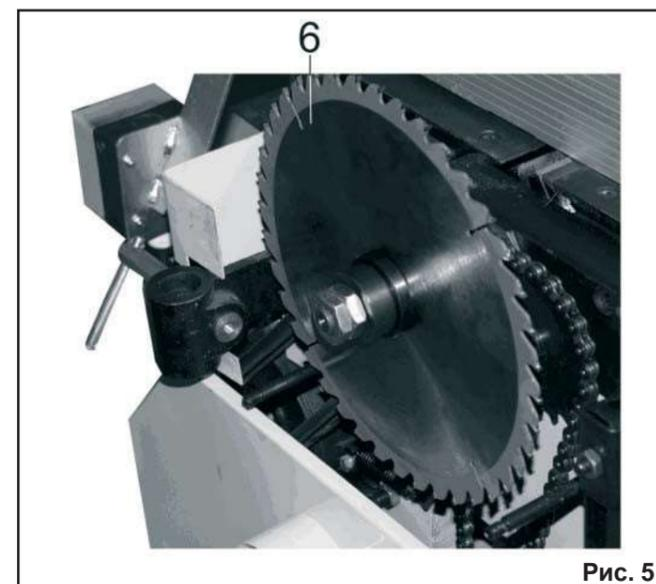

Рис. 5
8.2.1. Как показано на Рис. 5, 6, демонтируйте рабочий стол (4), установите и закрепите пильный диск (6). На внутренней стороне рабочего стола установите и закрепите расклинователь (5). Установите и закрепите рабо-